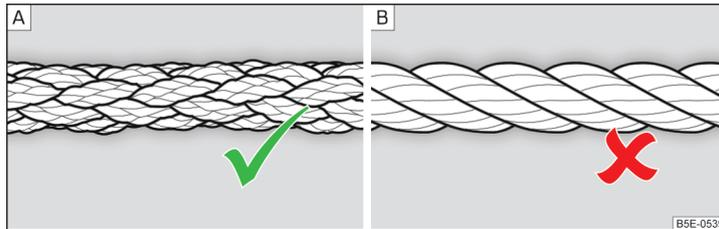

Fig. 140 Cable para remolcar trenzado / Cable para remolcar en espiral
Para remolcar debe utilizarse un cable para remolcar trenzado » fig. 140 - A.
- Para remolcar no debe utilizarse ningún cable de remolque en espiral » **fig. 140** - **!**, la argolla de remolque puede desenroscarse en el vehículo. - ¡Existe peligro de accidente!